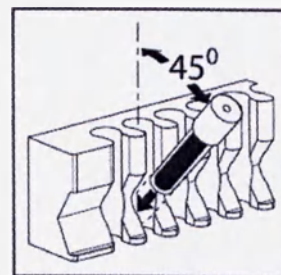

Рисунок 1
3. Разместите биологический индикатор в металлическом нагревательном блоке инкубатора (см. рисунок 1). Установите нижнюю часть индикатора в металлический нагревательный блок так, что индикатор был установлен под углом приблизительно в 45° , а крышка находилась над металлическим блоком.